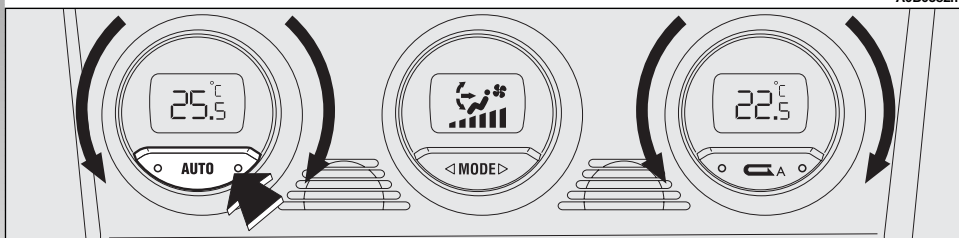

fig. 90
- press the **AUTO** (**fig. 90**) button.